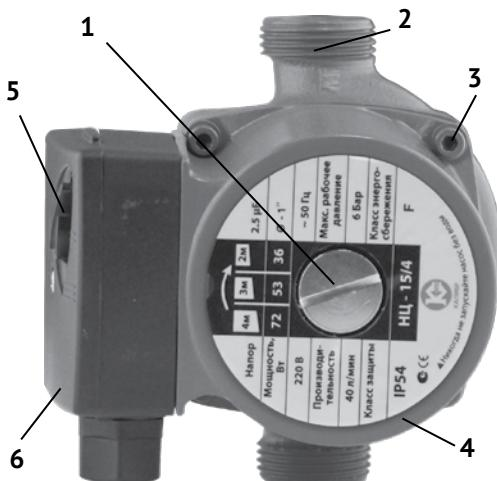
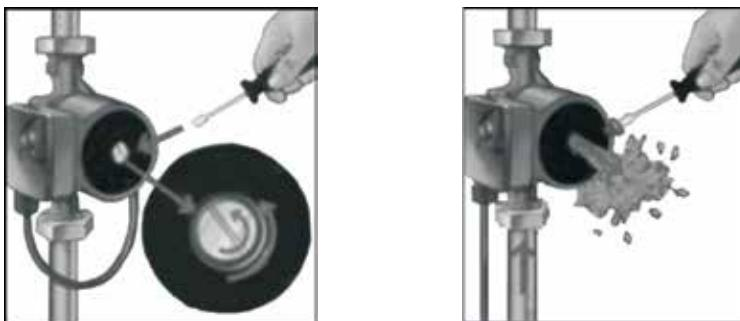

рис. 1
рис. 5
2.4 Общий вид насоса представлен на рис.1
5.1 При первом включении насоса необходимо удалить остатки воздуха из системы. Для этого открутите винтовую пробку электродвигателя (рис.1 поз.1) и включив насос дайте ему поработать 30 секунд. В течение этого времени оставшийся в системе воздух вытеснится. После этого закрутить винтовую пробку на место, как показано на рис.5.
5.3 Выставите минимальный режим мощности переключателем (рис.1 поз.5) на клеммной коробке (рис.1 поз.6) и включите насос.